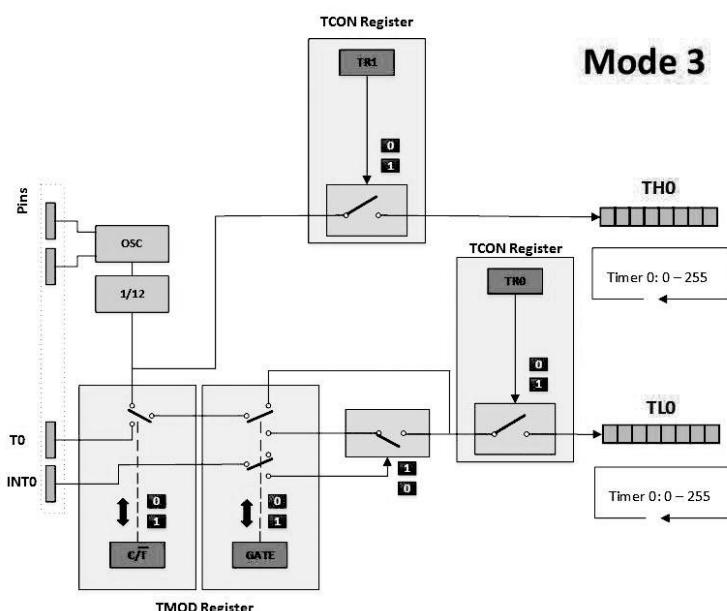

Figura 11.14: TIMER 0: Modo 3
- \* Modo 3 configura timer 0 tal que TL0 y TH0 operan como dos timers separados (Figura 11.14). En otras palabras, el timer TH0:TL0 de 16 bits se separa en dos timers TH0 y TL0 de 8 bits que funcionan independientemente el uno del otro.